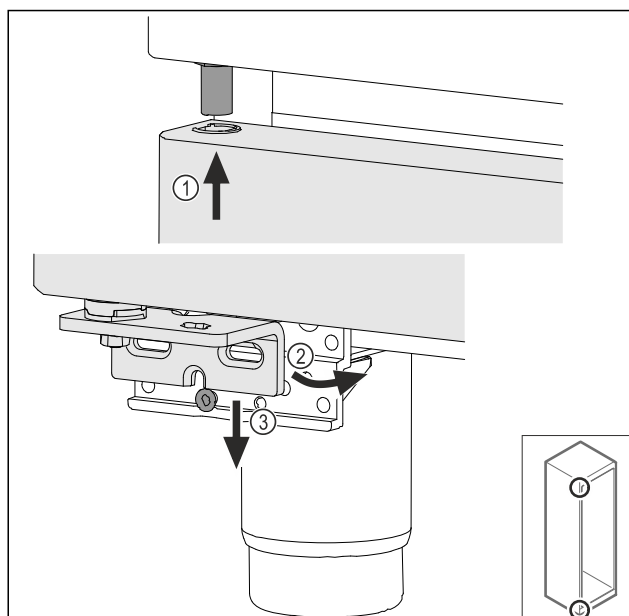

Fig. 41
- Inserire la porta leggermente inclinata in alto Fig. 41 (1), addezzare la porta Fig. 41 (2) e posizionarla in basso sulla vite del blocco di supporto Fig. 41 (3).